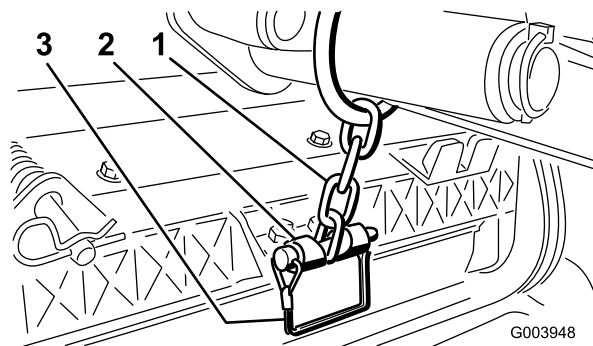

Figura 14
13. Sujete la cadena del brazo de elevación al soporte de la cadena con el pasador de seguridad (Figura 14). Utilice el número de eslabones indicado en el *Manual del operador* de la unidad de corte.